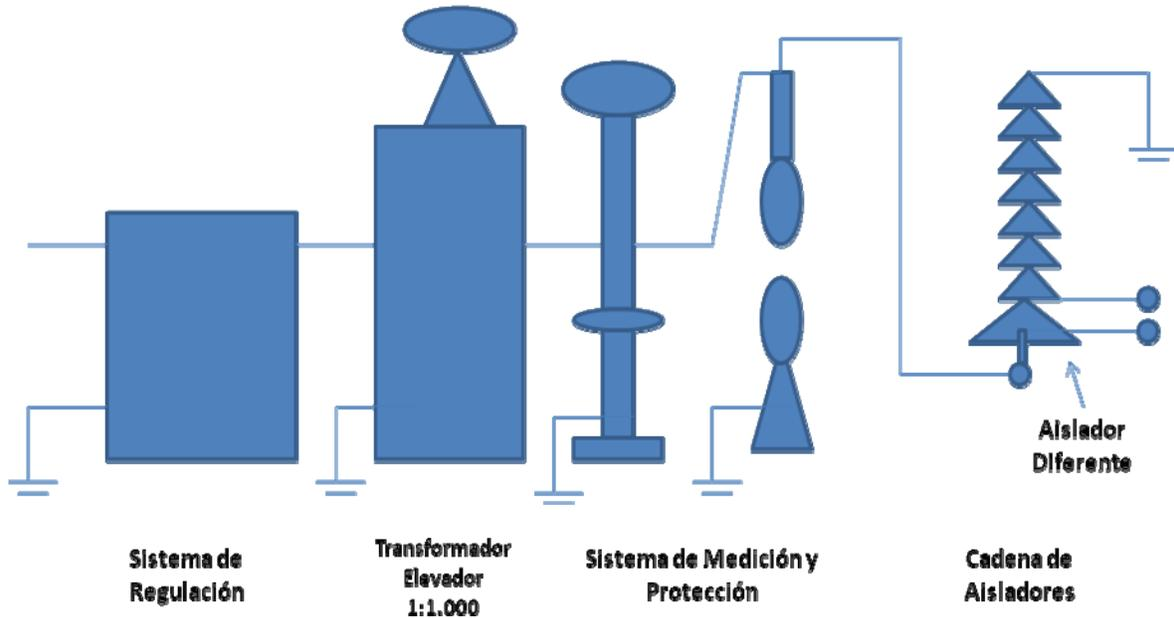

Figura 5.6. Esquema de conexión experimento 4.
- Retire el aislador más cercano al conductor de la cadena y sitúe el aislador que le entregará el instructor, como se muestra en la Figura 5.6. Anote los datos fundamentales del aislador.